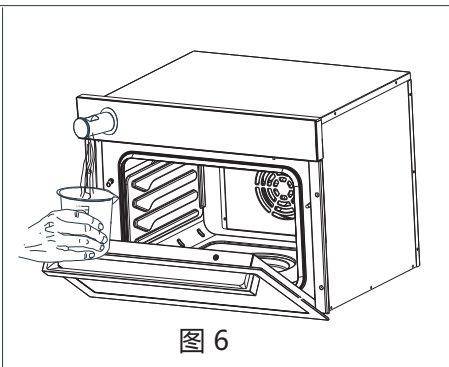

图 6
3. 打开蒸烤箱门，在弹压注水机构下方放置一个量杯或适合的容器。参看图6。